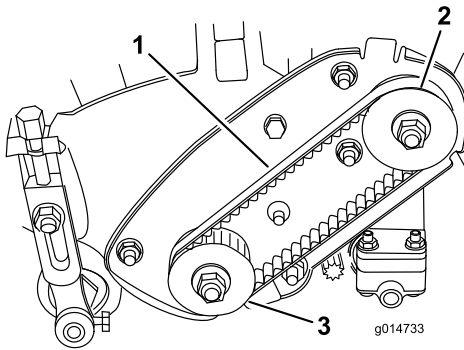

図 37
2. プーリ間の中央でベルト (図 37) を指で押して点検する。押す力は $1.8 \pm 0.5$  kg程度。4.8~7.9 mm 程度のたわみが出るのが適正である。たわみの量が適正でない場合は以下の手順へ進む。